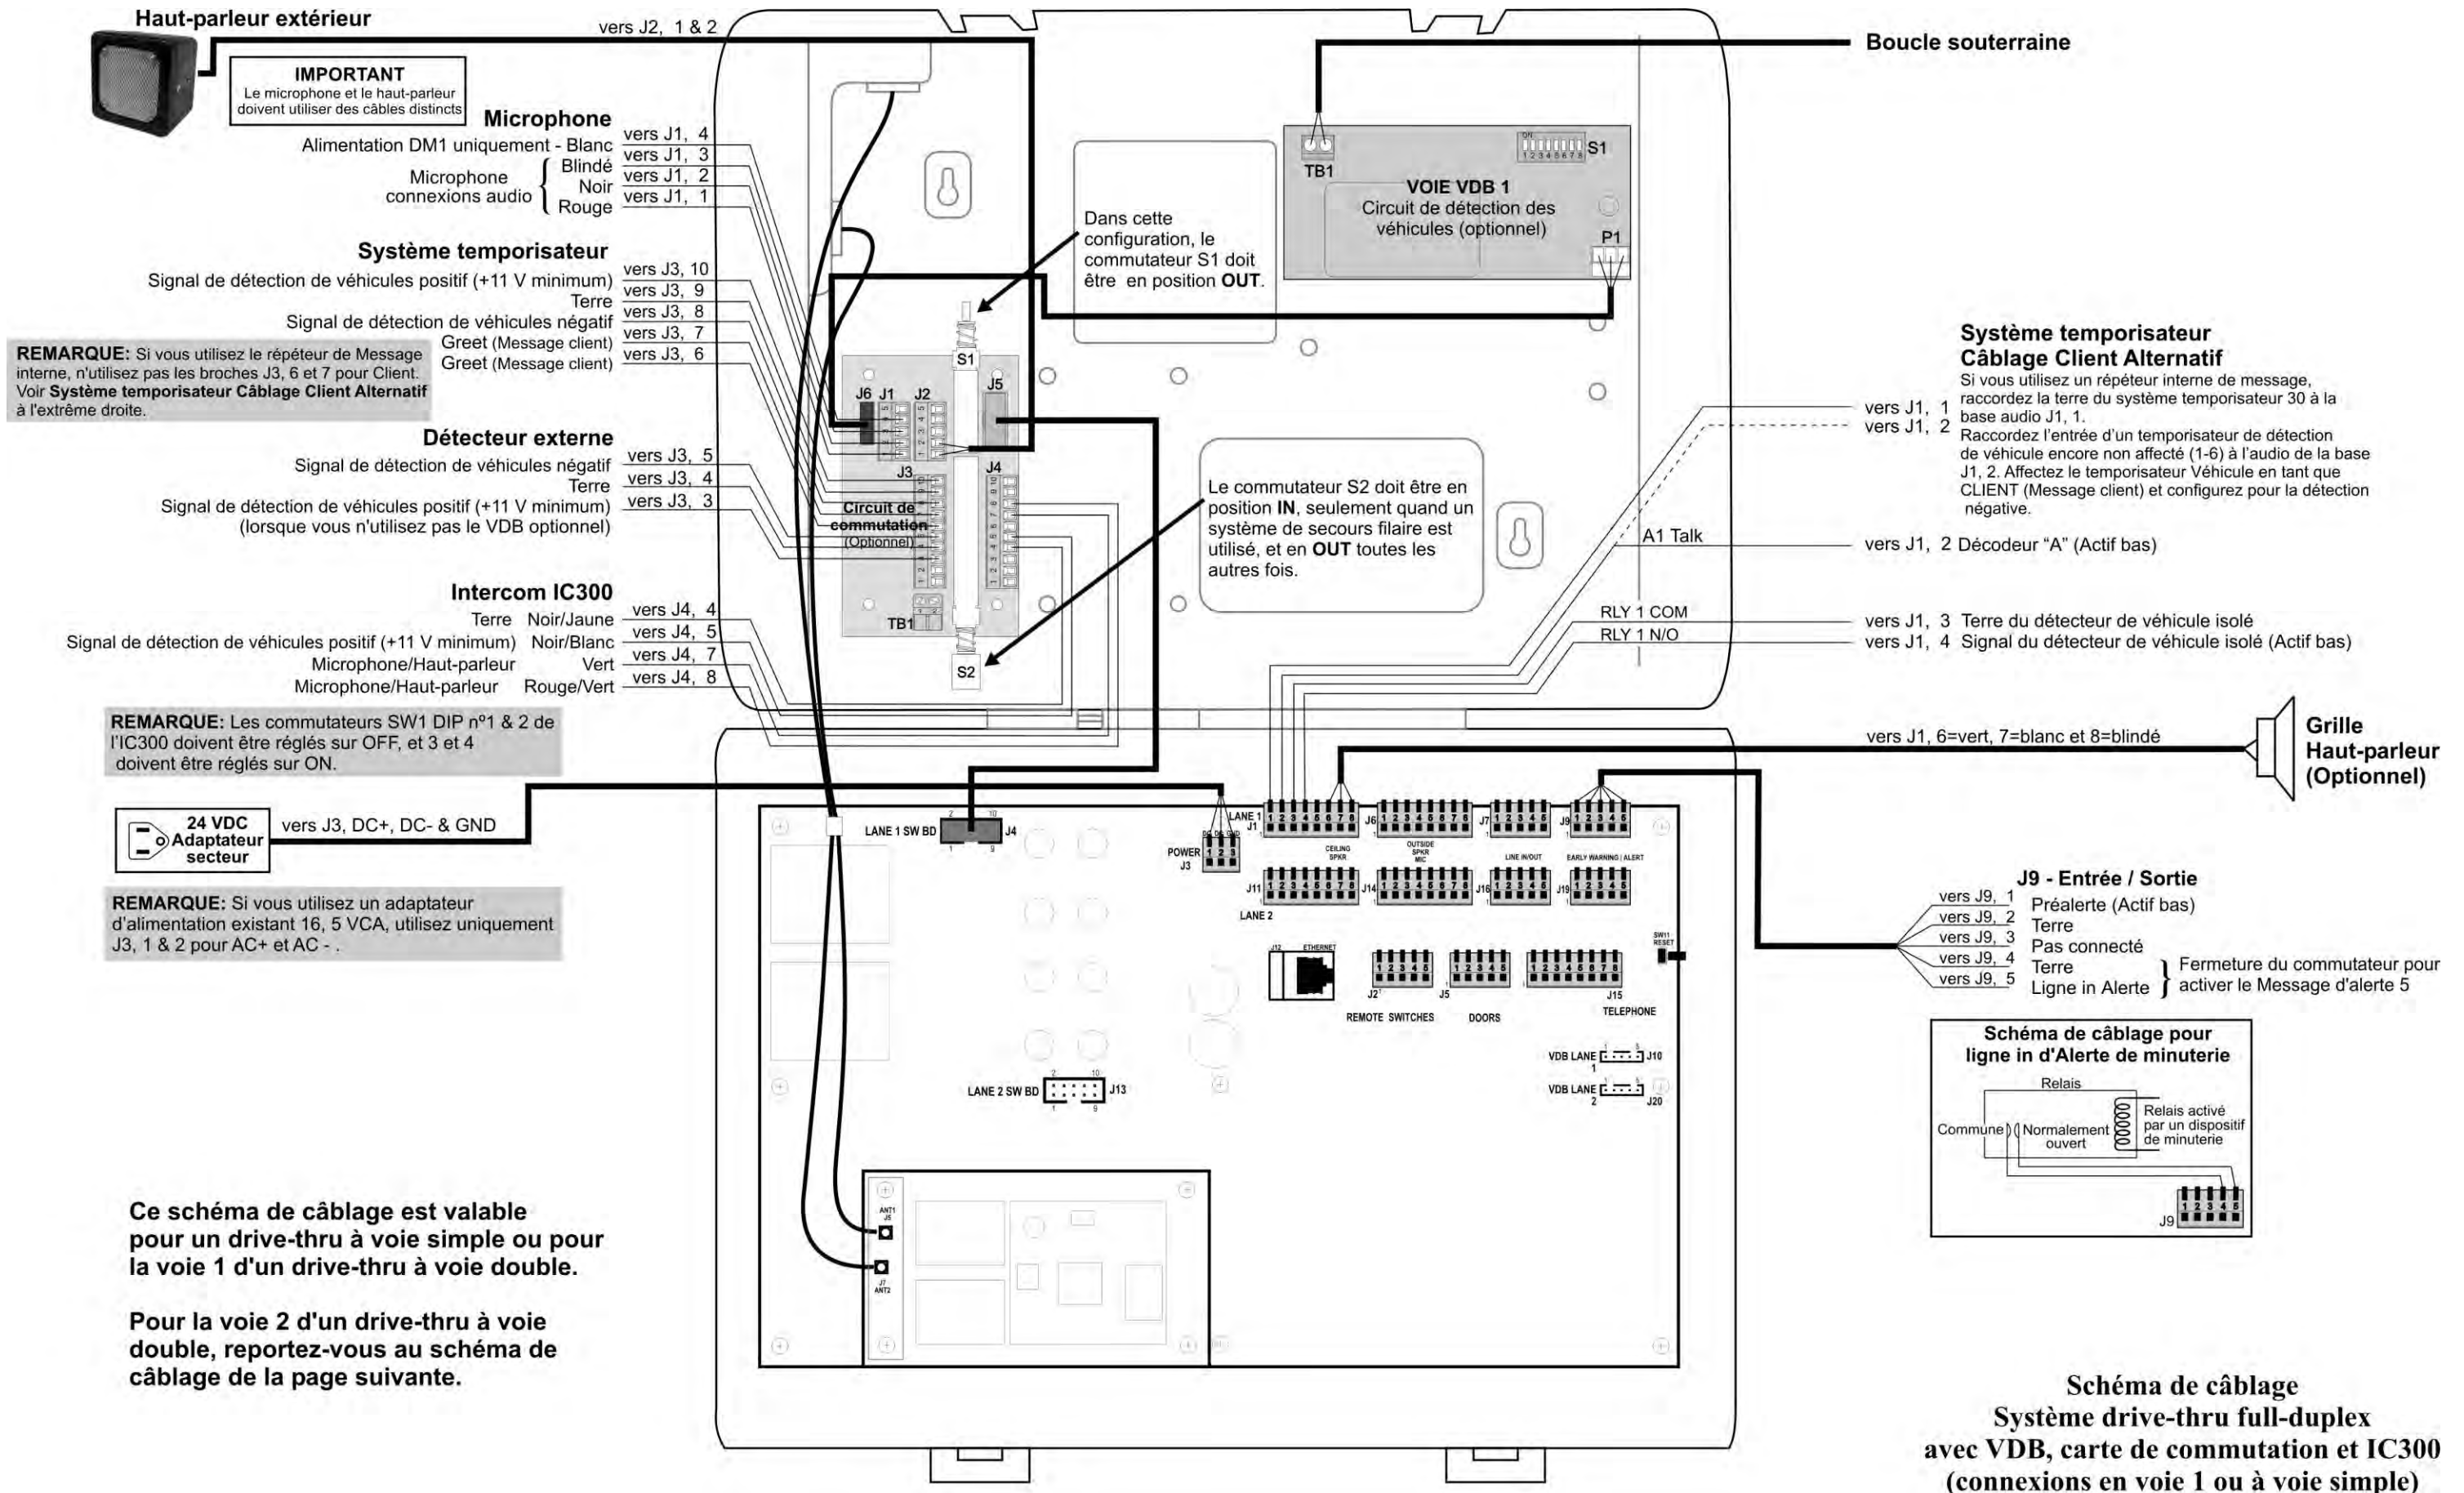

Figure 30.
- Page 88, Figure 30 — (Connexions pour Voie 1 ou système à une voie)